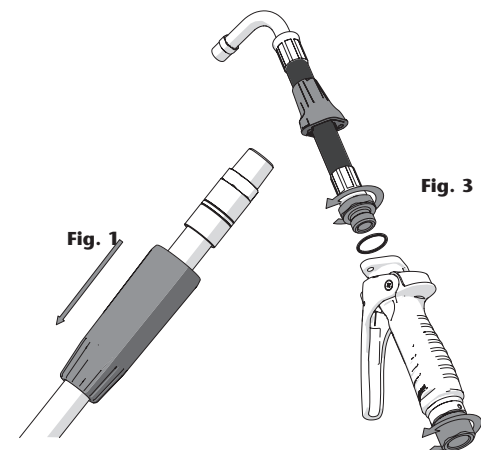

Fig. 3
- Pour connecter le pistolet au réseau, maintenir l'extrémité du corps de la poignée et l'extrémité du tuyau, et visser en même temps le raccord tournant pour le serrer (fig. 3).
- Utiliser un joint torique (1) de 24 x 2 mm et deux vis (2) de M5 x 14 pour le montage.